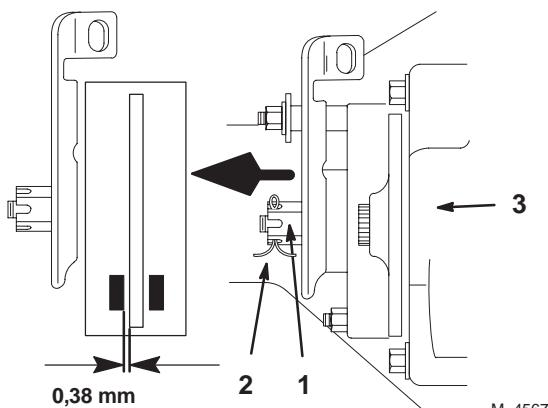

Figure 37
3. Pour régler le frein, enlevez la goupille fendue et desserrez légèrement l'écrou de réglage (Fig. 37).
4. Insérez une jauge d'épaisseur de 0,38 mm avec précaution entre la plaque de frein extérieure et le disque de frein (Fig. 37).